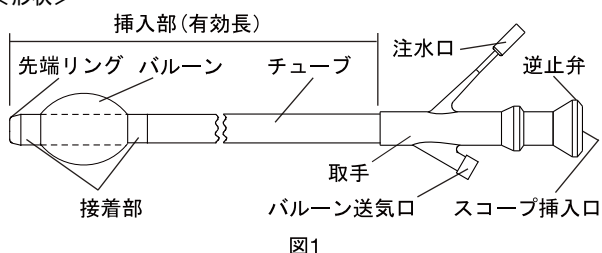
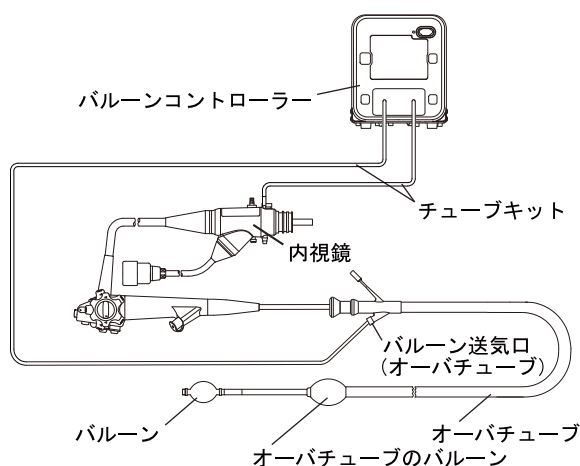

図1
図2
* 本製品(図1)は、「ダブルバルーン内視鏡システム2」の付属品である。「ダブルバルーン内視鏡システム2」は、本製品、内視鏡、バルーン、バルーンコントローラーおよびチューブキットで構成され(表1、表2)、これらを接続して使用する。図2は接続時の状態である。